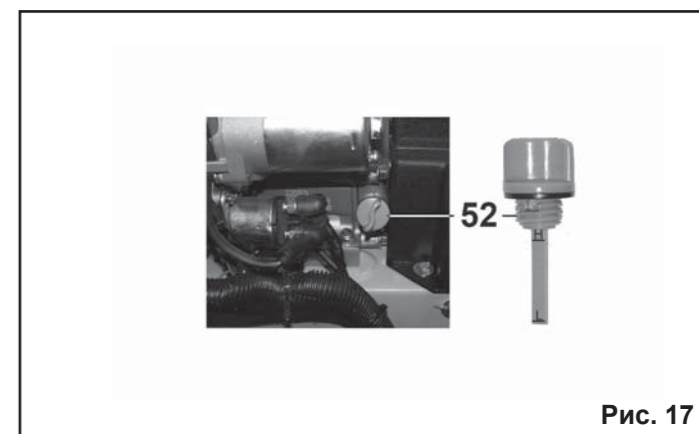

Рис. 17
7.4. Проверка уровня масла в двигателе (Рис.17).